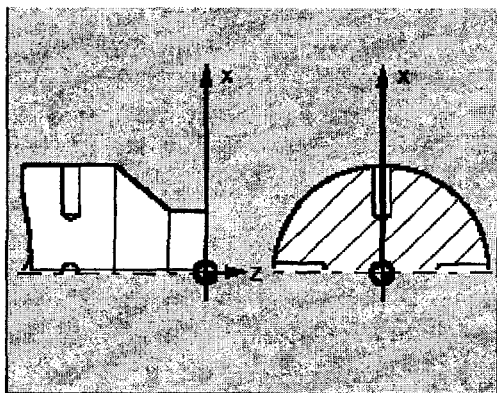

Рис. 1.8. Токарная деталь с четырьмя поперечными отверстиями
1.7. Для детали, изображенной на рис. 1.8, должны быть изготовлены четыре поперечных отверстия под углом 90° друг к другу. Деталь установлена в мастер-шпинделе. Запишите последовательность кадров, определяющих последовательное позиционирование шпинделя для обработки четырех отверстий. Используйте для этого команду SPOS. Примените для 1-го отверстия прямое указание позиции, для 2-го – инкрементное, для 3-го – абсолютное, для 4-го – инкрементное.
1.8. Для детали, изображенной на рис. 1.8, задайте поворот в 0 с указанием подвода по прямому пути и с возможностью включения на отработку следующего кадра. В следующем кадре задайте ускоренный подвод сверла (функция G0) к цилиндрической поверхности так, чтобы сверло не дошло до поверхности на 2 мм (условия: диаметр поверхности, на которой сверлятся поперечные отверстия, составляет 56 мм; отверстие расположено на 50 мм левее оси X; ноль детали – на правом торце). После подвода сверла задайте ожидание окончания поворота шпинделя в 0.